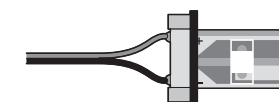

Bild 3
3. Einspeisungsverbinder auf das Ende der LED-Platine stecken (Polung beachten) und den Verschluss schließen (Bild 3).